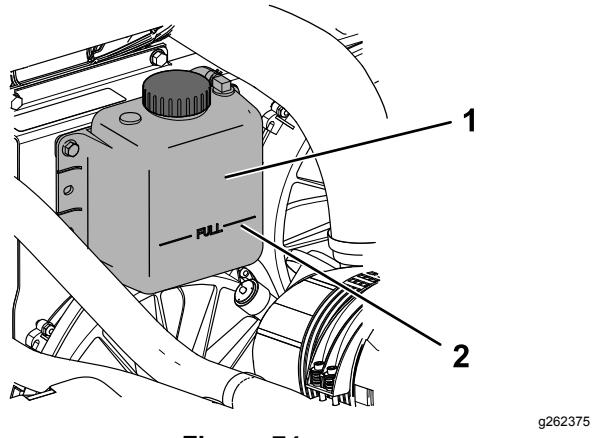

Figura 74
4. Compruebe el nivel de refrigerante del depósito de expansión (Figura 74).